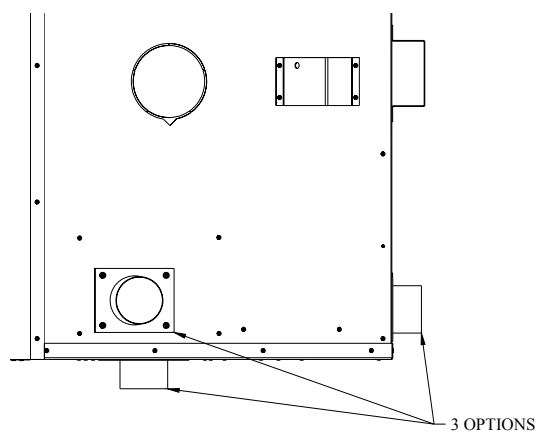
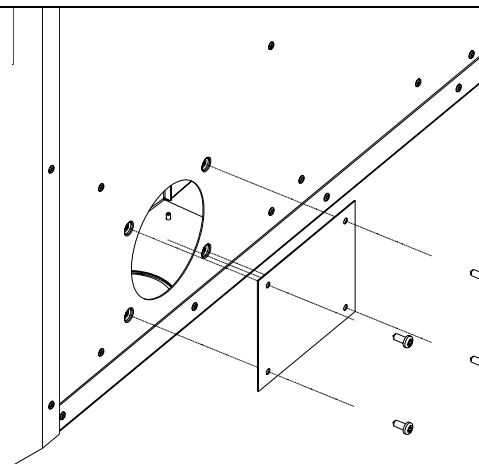

Figure 2
Figure 3
- 3) Sélectionnez l'entrée d'air que vous voulez utiliser figure 2 (vous pouvez utiliser plus d'une entrée)et enlevez le couvercle pour le côté (figure 3) ou coupez les micro joints qui retiennent les plaques pour l'arrière et le dessous.